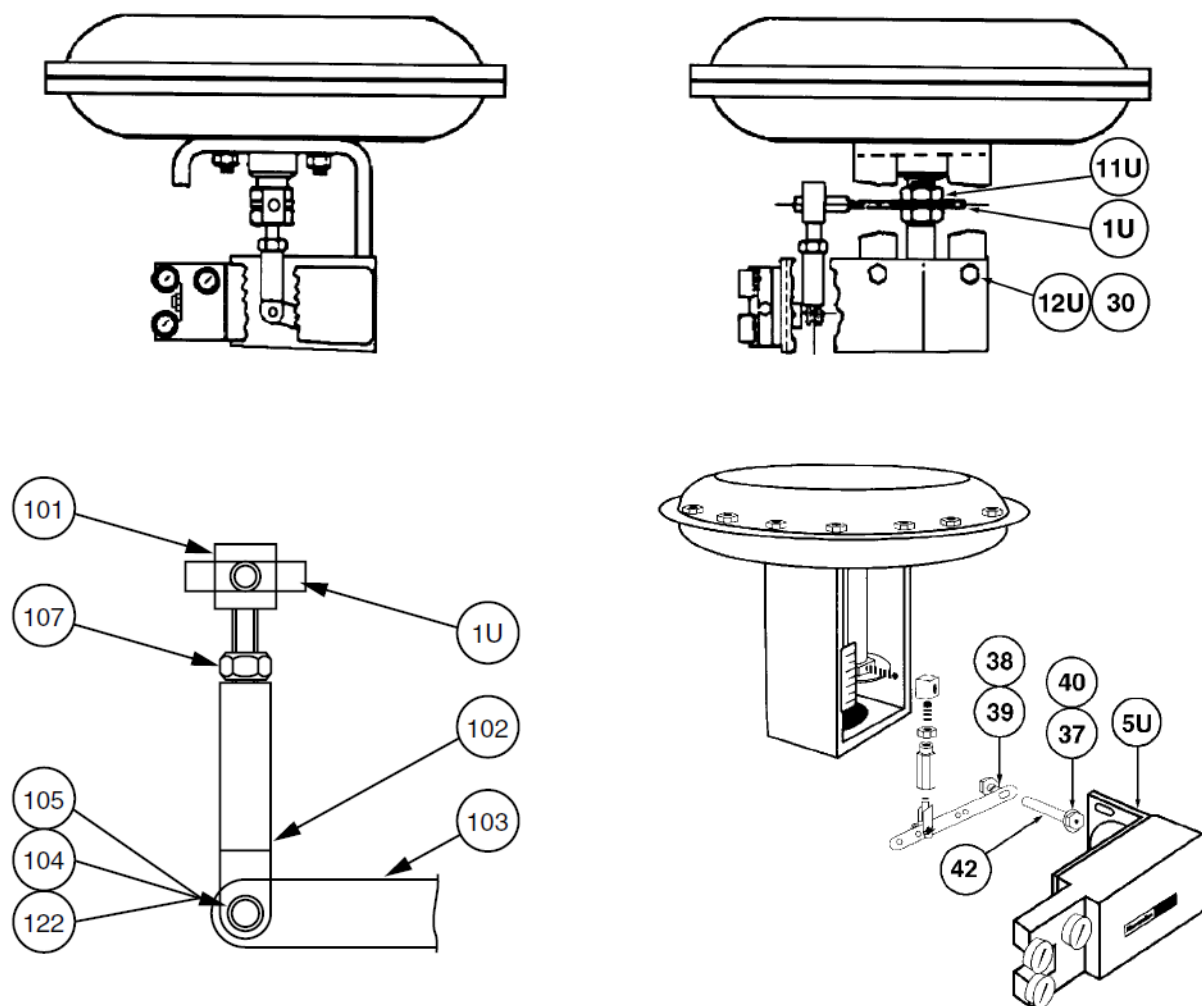

Figura 7 Servomotore 87U/88U
1. Montare la leva (1U) tra i due dadi di fermo (11U) sull'asta della valvola (Figura 7).
2. Fissare la vite del tirante (101) alla leva (1U).
3. Montare il dado di fermo (107) sulla forcella (102). Collegare la forcella alla vite del tirante (101).
4. Installare l'alberino di ingresso (42) nel relativo supporto con una rondella (40) alle due estremità e con l'anello di tenuta (37) sulla camma
5. Montare la leva posteriore (103) sull'alberino usando la vite a testa esagonale (38) e la rondella di fermo (39).
6. Fissare il supporto (5U) al posizionatore con viti (29) e rondelle di fermo (30).
7. Montare il posizionatore e l'assieme del supporto sul castello del servomotore usando viti a testa cilindrica (12U) e rondelle di fermo (30).
8. Fissare la forcella (102) alla leva posteriore (103) mediante lo spinotto (104), la clip di tenuta (105) e la rondella (122).
9. Montare la camma (26) sull'alberino di ingresso con il settore richiesto a contatto del rullino tastatore, usando la vite (28) e la rondella (27).